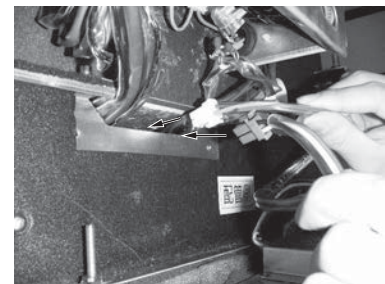

図22
(3) 自動昇降パネルのベーンモーターリード線（2本：コネクター色（ミドリ）(シロ)）を昇降キットとユニット本体間の穴に通してください。（図22）